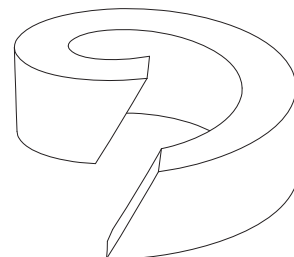

Bild 8: geteilter Packungsring
- Neuen Packungsring (Pos. 17) einlegen, Einbau gemäß Darstellung Bild 8.
Wird ein geteilter Packungsring verwendet, ist beim Zuschneiden auf einen schrägen Schnittverlauf gemäß Darstellung Bild 8 zu achten.